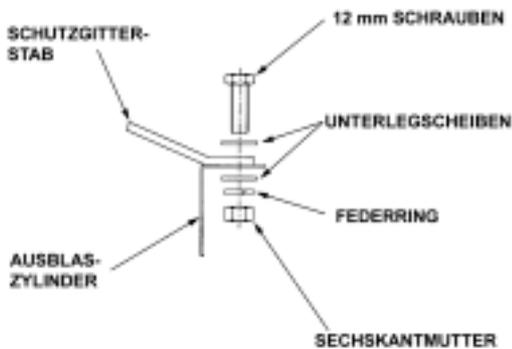

Abb. 23 - Anbringen des Ventilator-Schutzgitters
2. Befestigen Sie die Gitter an jeder Bohrung wie in Abb. 23 dargestellt
4. Befestigen Sie die Gitter an jeder Bohrung, wie in Abb. 23 dargestellt. Verschrauben Sie die Schutzgitter und den Stützrahmen an den vier Auflagepunkten mit dem Ausblaszylinder.